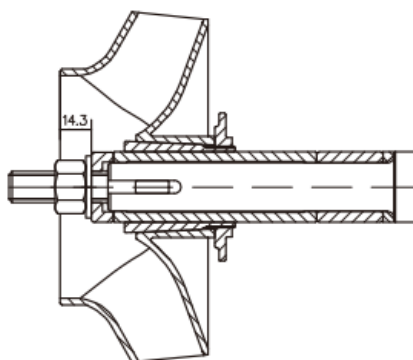

Рис. 4
- открутить гайку, снять шайбу, снять поджимную шайбу, снять колесо рабочее первой ступени в сборе; снять дистанционные втулки (см. рис. 4);